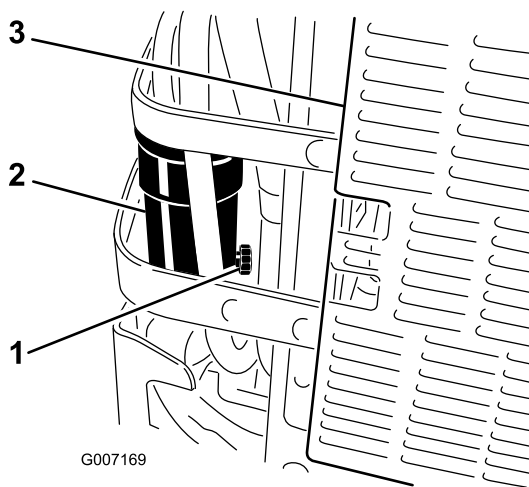

Figura 66
5. Aprite di circa un giro la valvola di spurgo sul separatore di condensa per permettere lo spurgo dell'acqua e di altre sostanze contaminanti (Figura 66).
6. Chiudete la valvola di spurgo quando inizia a fuoriuscire solamente gasolio (Figura 66).